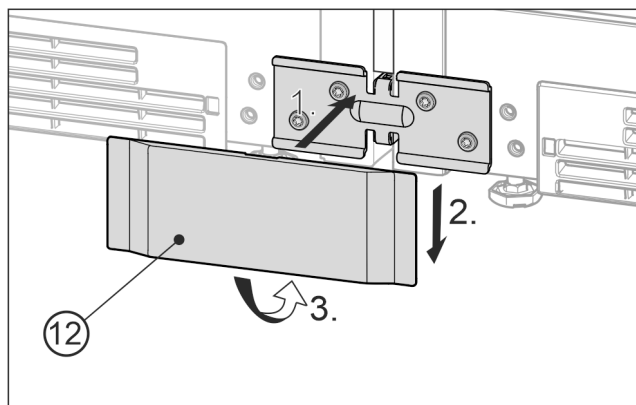

Fig. 25 Przykładowa prezentacja
- ▶ Dolną pokrywę Fig. 25 (12) założyć od przodu na kątownik Fig. 25 (1), dosunąć do dołu Fig. 25 (2) i ząbnić od dołu Fig. 25 (3).